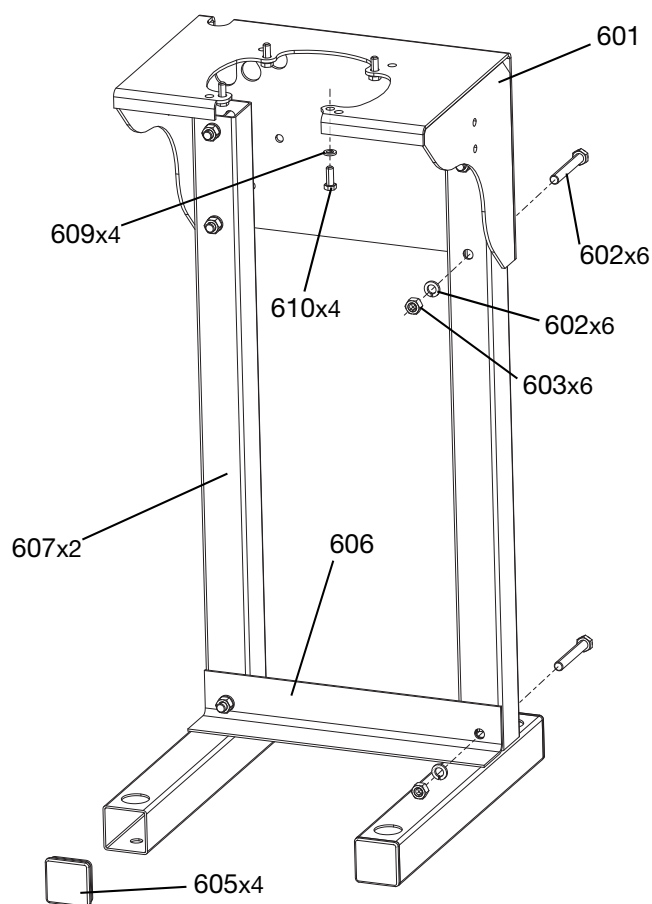

FIG. 27: Pumpställ
1. Montera stället enligt FIG. 27.